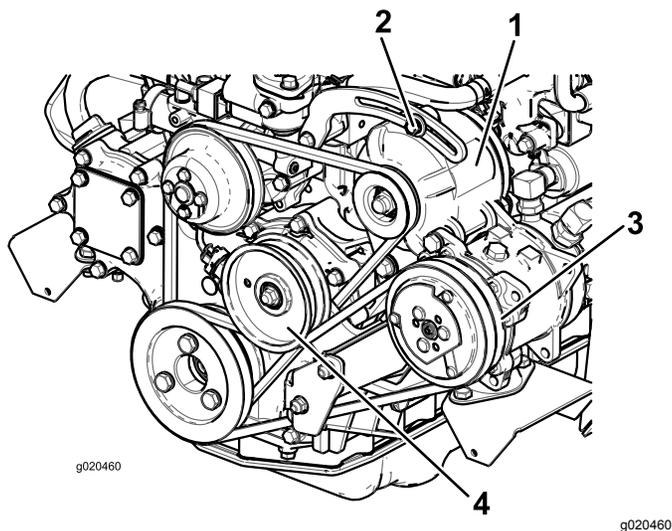

Figura 98
Se la flessione non è di 10 mm, allentate i bulloni di fissaggio dell'alternatore (Figura 98).
2. Se la flessione non è di 10 mm, allentate il bullone di fissaggio della puleggia tendicinghia (Figura 98).